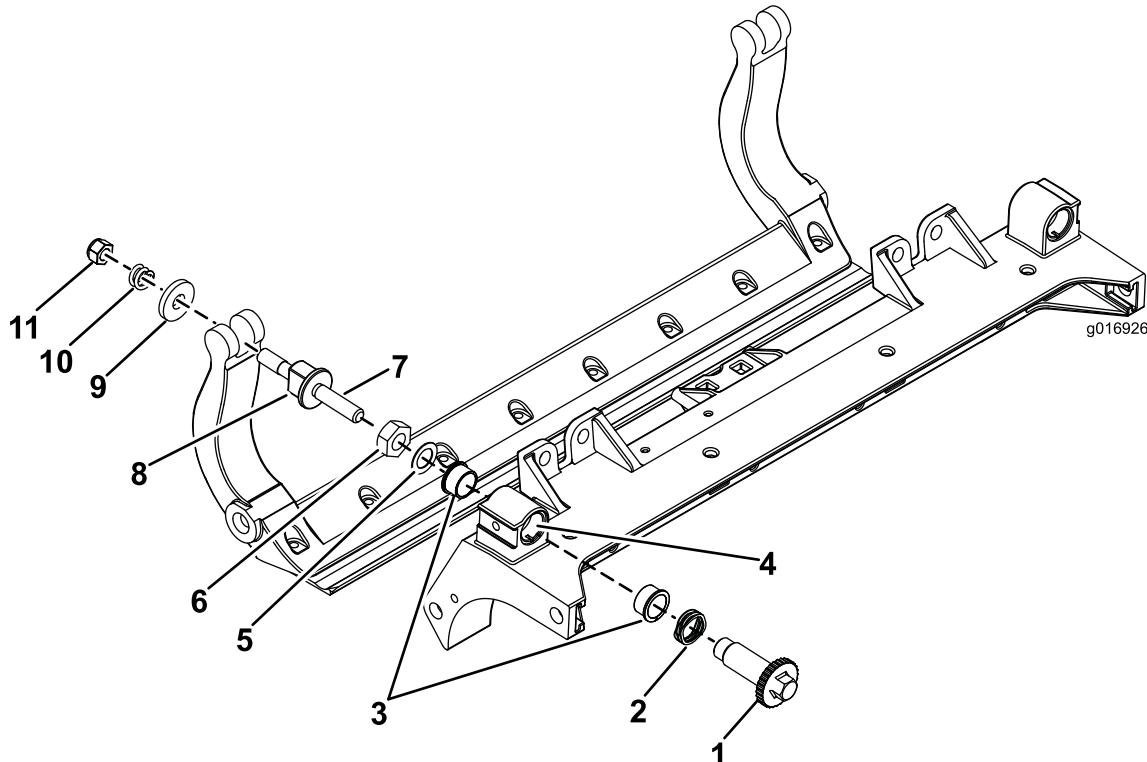

Figura 31
1. Retire todas las piezas (consulte las *Instrucciones de instalación* del Kit HD DPA Modelo 120-7230 y Figura 31).
2. Aplique antigripante al interior del alojamiento de los casquillos del bastidor central de la unidad de corte (Figura 31).
3. Alinee los salientes de los casquillos con brida con las ranuras del bastidor, e instale los casquillos (Figura 31).
4. Instale una arandela ondulada sobre el eje del ajustador e introduzca el eje del ajustador en los casquillos con brida del bastidor de la unidad de corte (Figura 31).
5. Sujete el eje del ajustador con una arandela plana y una contratuerca (Figura 31). Apriete las tuercas de las ruedas a 20–27 N·m.
11. Coloque una arandela de acero por fuera de cada arandela de nylon (Figura 31).
14. Apriete la tuerca de cada ajustador de la barra de asiento hasta que el muelle de compresión esté comprimido del todo, luego afloje la tuerca 1/2 vuelta (Figura 31).